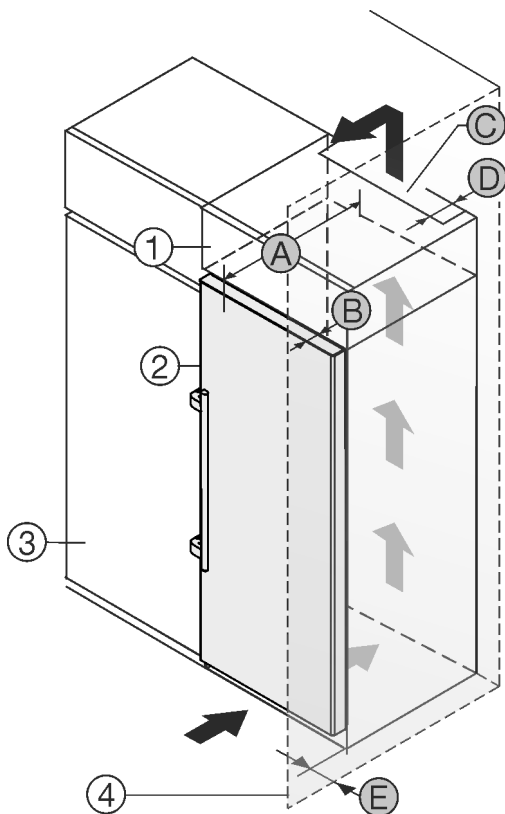

Fig. 2
Вы можете установить устройство непосредственно рядом с кухонным шкафом Fig. 2 (3).
На задней стенке дополнительного шкафчика должен быть вентиляционный канал с глубиной Fig. 2 (D) по всей ширине этого шкафа.\*
Нужно соблюдать вентиляционное отверстие Fig. 2 (C) под нижней панелью.\*
Если устройство устанавливается на шарнирах у стены Fig. 2 (4), то расстояние между устройством и стеной должно быть не менее 57 мм. Это соответствует расстоянию, на которое выступает ручка при открытой дверце.\*
Чтобы можно было полностью открыть дверь, устройство должно выступать на глубину двери Fig. 2 (B) относительно передней стенки кухонного шкафа. В зависимости от глубины кухонных шкафов Fig. 2 (3) и использования пристенных распорок устройство может выступать и больше.\*